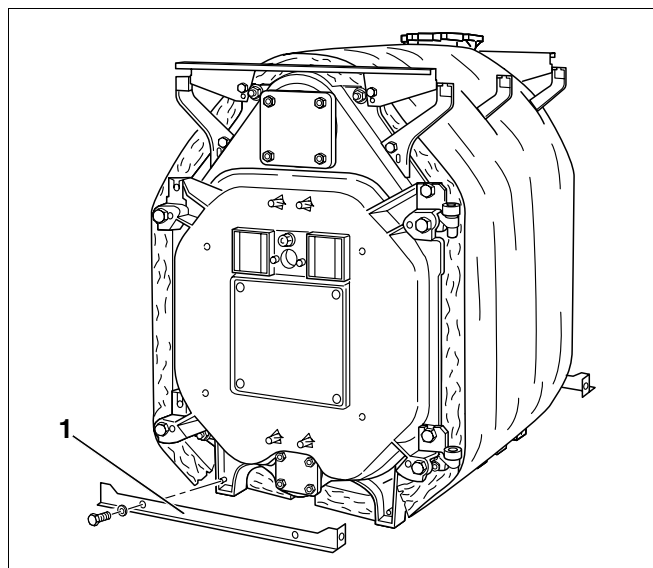

Fig. 43 Montering af nederste traverser
- Fastgør den forreste og bageste traverse fornden (fig. 43, pos. 1) med hver to sekskantskruer på de pågældende kedelfødder. Ombukkene på disse traverser skal vende udad.